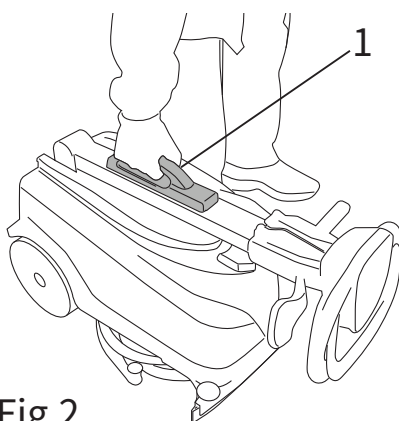

Fig.2
- ・ ハンドルを持って機械を箱から持ち上げ (図2、参照1)、床の上に置きます。